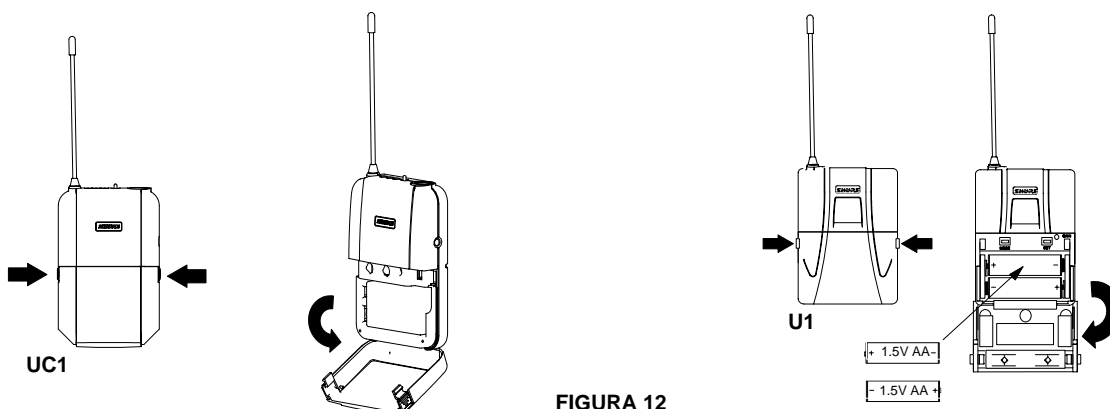

FIGURA 12
2. Oprima las dos pestañas que se encuentran en ambos lados del emisor para abrir el compartimiento de la batería. Gire la cubierta de la batería hacia abajo. Consulte la Figura 12.